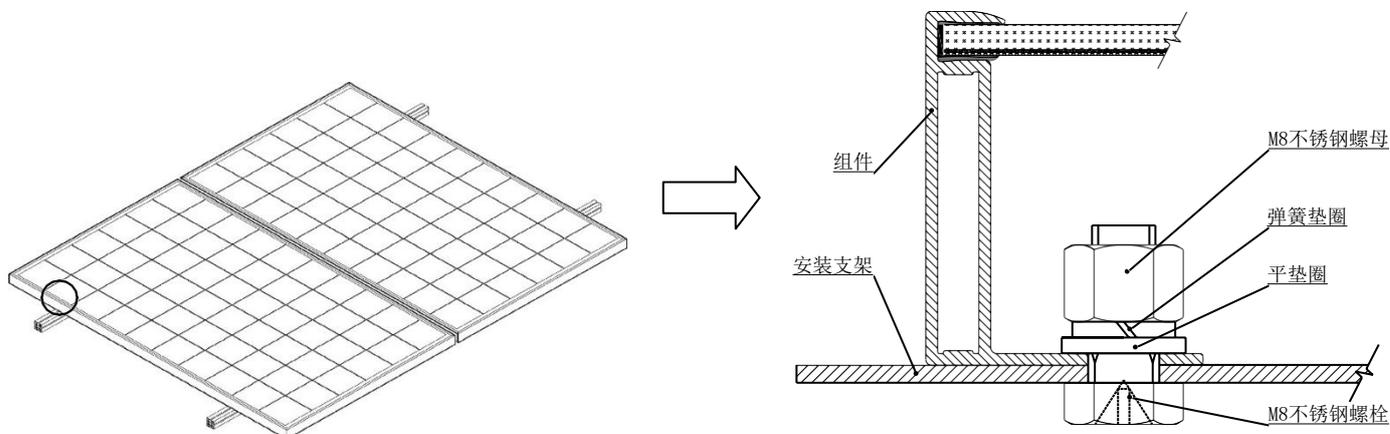

图 1
- ✓ 安装孔安装：使用抗腐蚀的 M8 螺栓，通过组件边框上的安装孔与安装支架固定，如图 1 所示